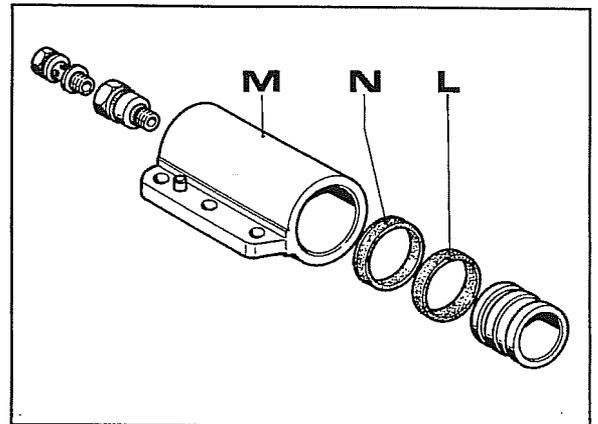

Abb. 31
Die Abb. 31 zeigt die Komponenten von Kolben/Zylinder im Detail.
h. Den Dichtungsring **N** Abb. 31 ersetzen.